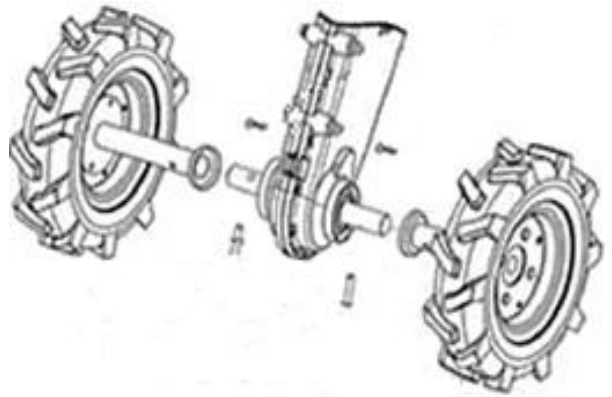

Рис.7
4. Установите и закрепите пальцами и шплинтами из комплекта поставки, на выходных валах редуктора: колеса (см. рис. 7):